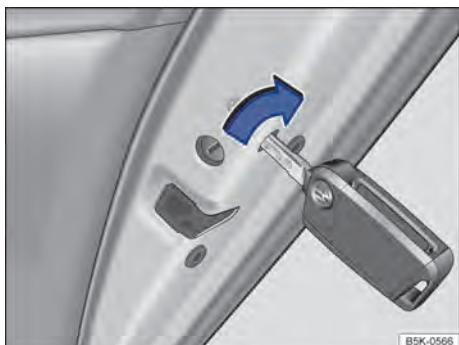

Fig. 195 Na parte dianteira da porta traseira direita: travamento de emergência do veículo com a chave do veículo.
- Inserir a haste da chave na fenda que se encontra atrás da abertura e girar na porta direita no sentido horário ⇒ Fig. 195 (seta), analogamente na porta esquerda girar no sentido anti-horário.